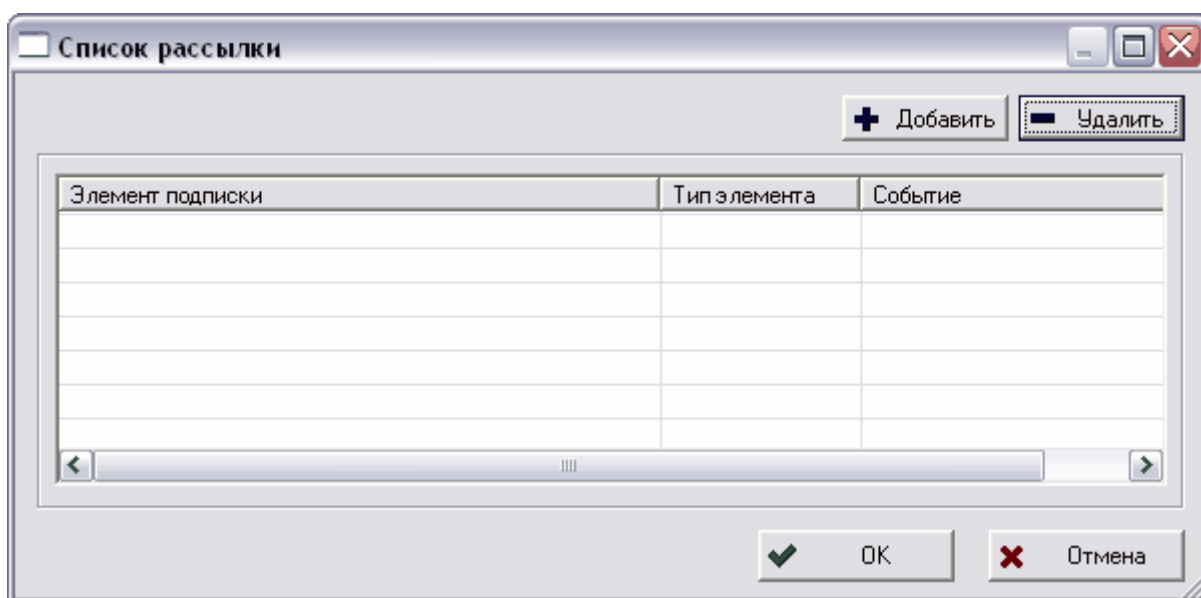

Рис. 277
1. В главном меню модуля выберите пункт **Почта → Подписка....** После этого появится окно **Список рассылки** (Рис. 277).